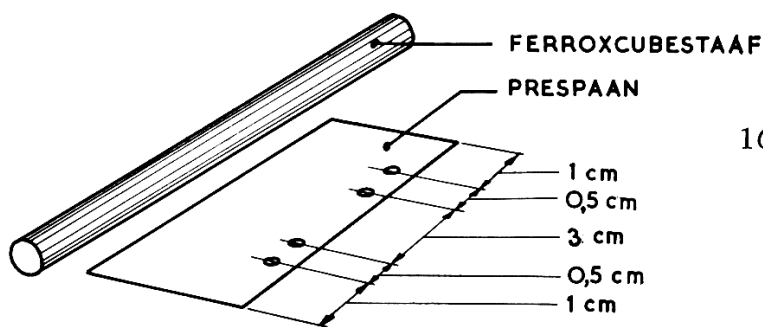
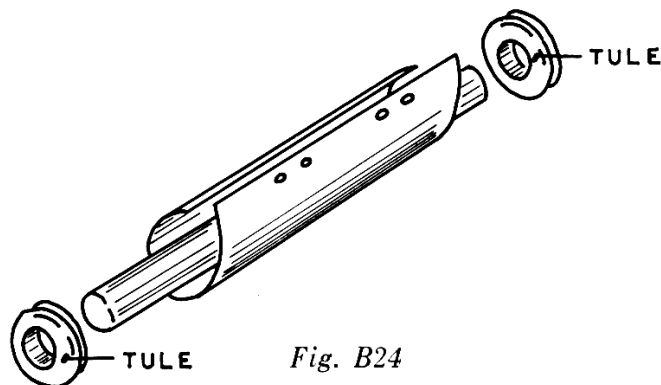

Fig. B23
Fig. B24
16. Van één van de stukjes **prespaan** maken we een spoelvormpje. Prik eerst met de punt van een schaar of met een stopnaald vier gaatjes in het prespaan, op de afstanden die in fig. B23 zijn aangegeven. Buig daarna het stukje tot een kokertje om de staaf heen (fig. B24).